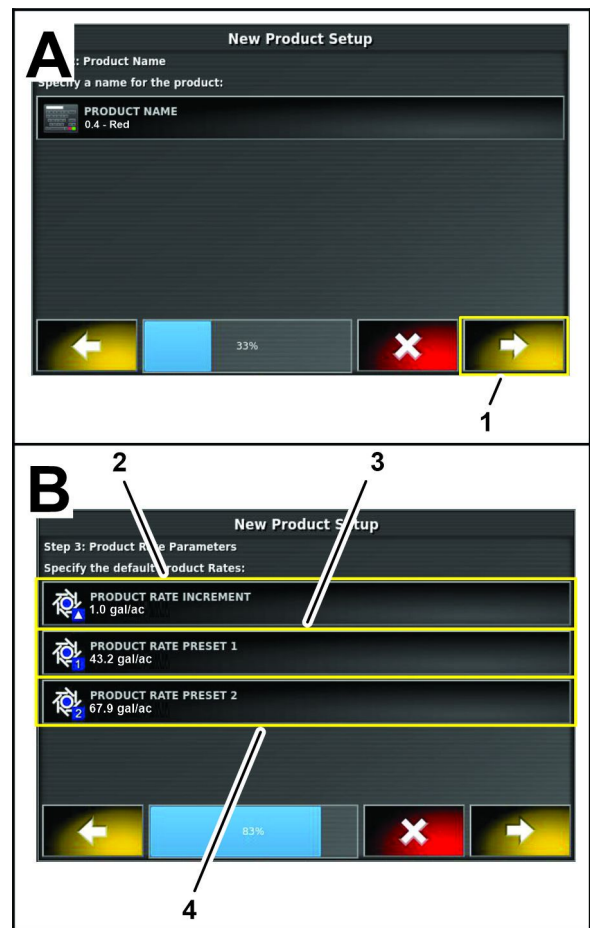

Figura 119
8. Nel passaggio 2 della finestra di dialogo per l'impostazione del nuovo prodotto premete l'icona AVANTI (Figura 119).
9. Nel passaggio 3 della finestra di dialogo per l'impostazione del nuovo prodotto premete l'icona INCREMENTO DEL VOLUME DI PRODOTTO (Figura 119).